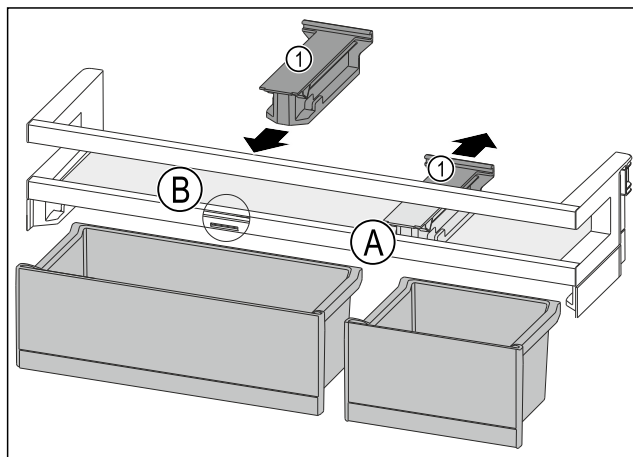

Fig. 85
- ▶ Držalni del Fig. 85 (1) odstranite nazaj v položaj Fig. 85 (A).
- ▶ Držalni del Fig. 85 (1) vstavite v položaj Fig. 85 (B).